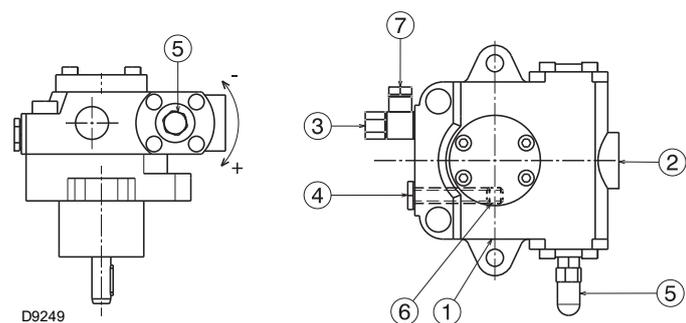

Fig. 24
Sono installate sul bruciatore con il by-pass chiuso dalla vite 6)(Fig. 24).
- Perché la pompa (Fig. 24) possa autoinnescarsi è indispensabile allentare la vite 4) della pompa per sfiatare l'aria contenuta nel tubo di aspirazione.
Legenda (Fig. 24)
L'operazione suindicata è possibile perché la pompa lascia la fabbrica piena di combustibile. Se la pompa è stata svuotata, riempirla di combustibile dal tappo del vacuometro 4)(Fig. 24) prima di avviarla, altrimenti grippa.